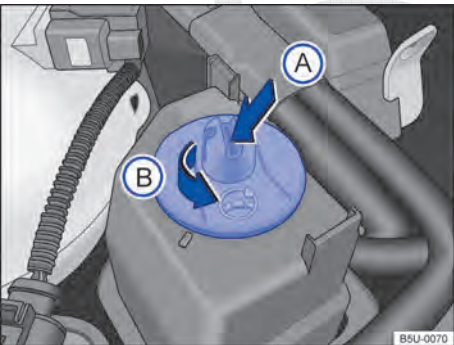

Fig. 116 No compartimento do motor: reservatório do fluido da direção hidráulica.
- Com o auxílio de uma chave de fenda ⇒ Fig. 116 (A) (seta), girar a tampa do reservatório ⇒ Fig. 116 (B) no sentido da seta.
- Com o auxílio de uma chave de fenda ⇒ Fig. 116 Ⓐ (seta), girar a tampa do reservatório ⇒ Fig. 116 Ⓑ no sentido da seta.